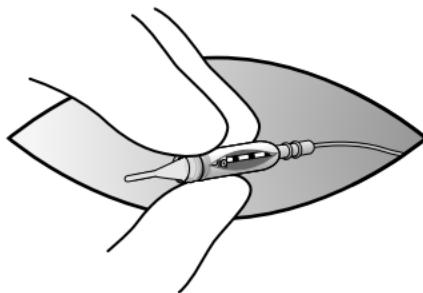

Abbildung 5. Den Schraubkonnektorblock zwischen Daumen und zwei Fingern festhalten.
5. Halten Sie den Schraubkonnektorblock fest zwischen Daumen und zwei Fingern, um eine Drehung zu verhindern (Abbildung 5).